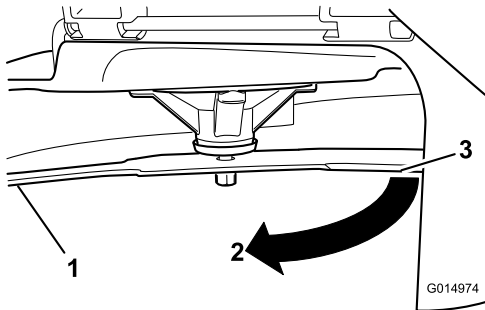

Figura 62
3. Segunda distancia medida entre cuchilla y superficie (B)
4. Gire la misma cuchilla 180 grados de manera que el otro extremo esté en la misma posición (Figura 62).